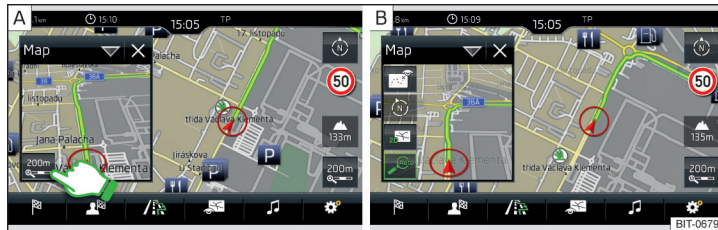

Abb. 238 Karte im Zusatzfenster / Beispiel eines Funktionsflächenmenüs
- › Abb. 238 - [A].
- › Abb. 238 - [B].